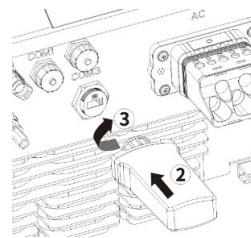

Fig. 19: Tilslut WLAN-stik
- 4 Sæt netværkskablet ind i COM1 eller COM2 (s. fig. 19. Overhold rækkefølge og pilens retning)
5. Stram gevindbøsningen, og stram derefter omløbemøtrikken ved enden (pos. 5 og 6).